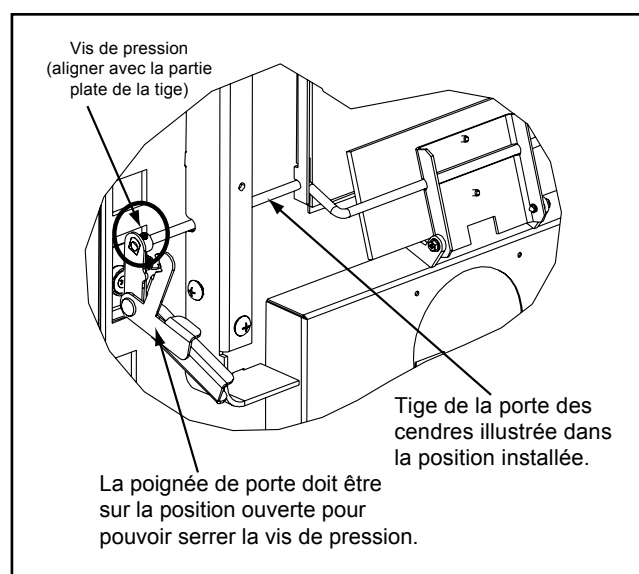

Figure 22.3
5. Réinstallez la poignée à l'aide d'une clé Allen 2 mm (3/32 po) pour serrer la vis dans la poignée de la porte. La vis de pression doit être bien serrée. **Figure 22.3.**